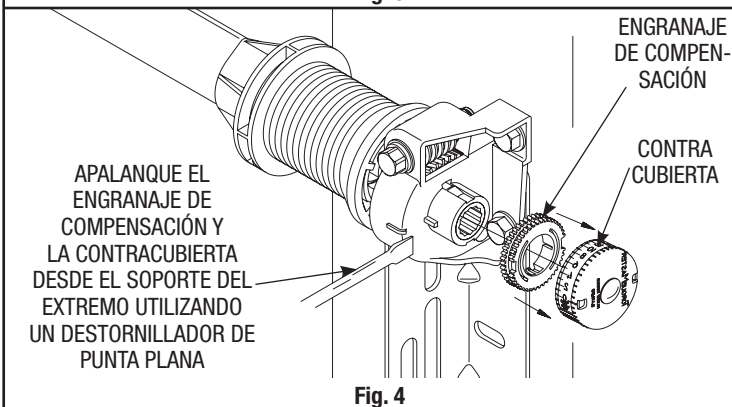

Fig. 4
Paso 4: Con un destornillador de punta plana, apalanque el engranaje de compensación y a la contracubierta desde el soporte del extremo derecho (Fig. 4 de la página anterior). Elimine el engranaje de compensación y la contracubierta. En las aplicaciones de dos resortes, repita lo mismo en el extremo izquierdo.